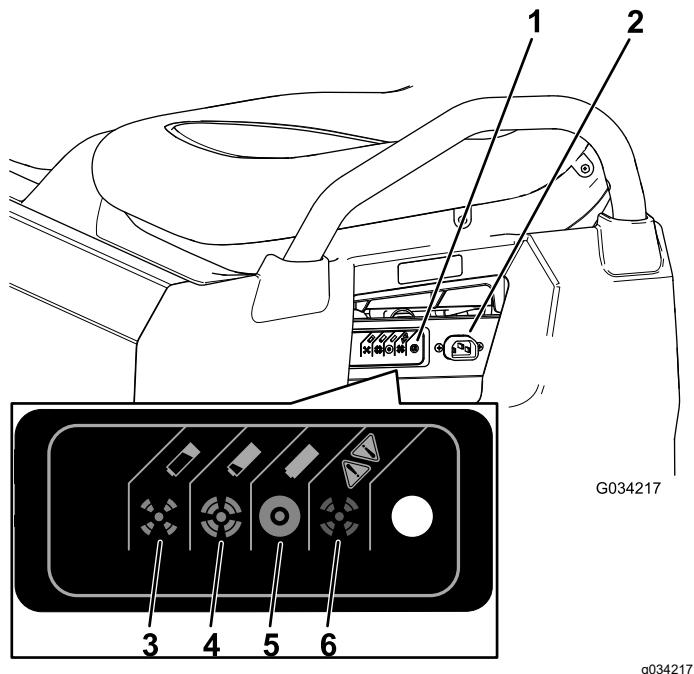

Рисунок 35
3. Подсоедините зарядный шнур типоразмера 16 (или большего диаметра), длиной 2,5 м (или более короткий) к зарядной розетке автомобиля (Рисунок 35).
Информацию о значении различных цветов индикатора статуса зарядного устройства см. в следующей таблице и на Рисунок 35.